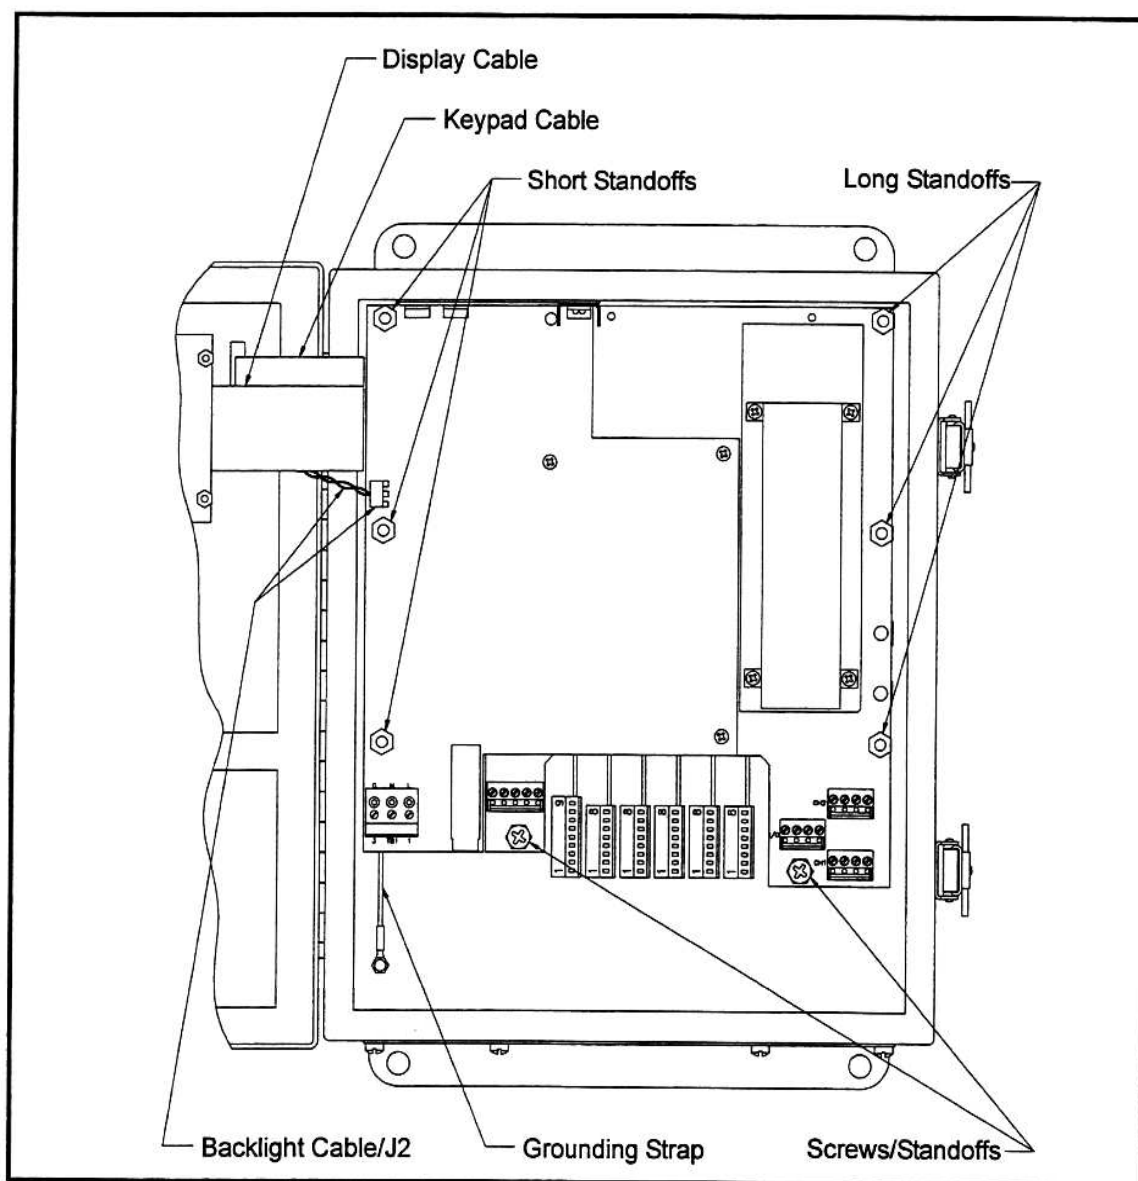
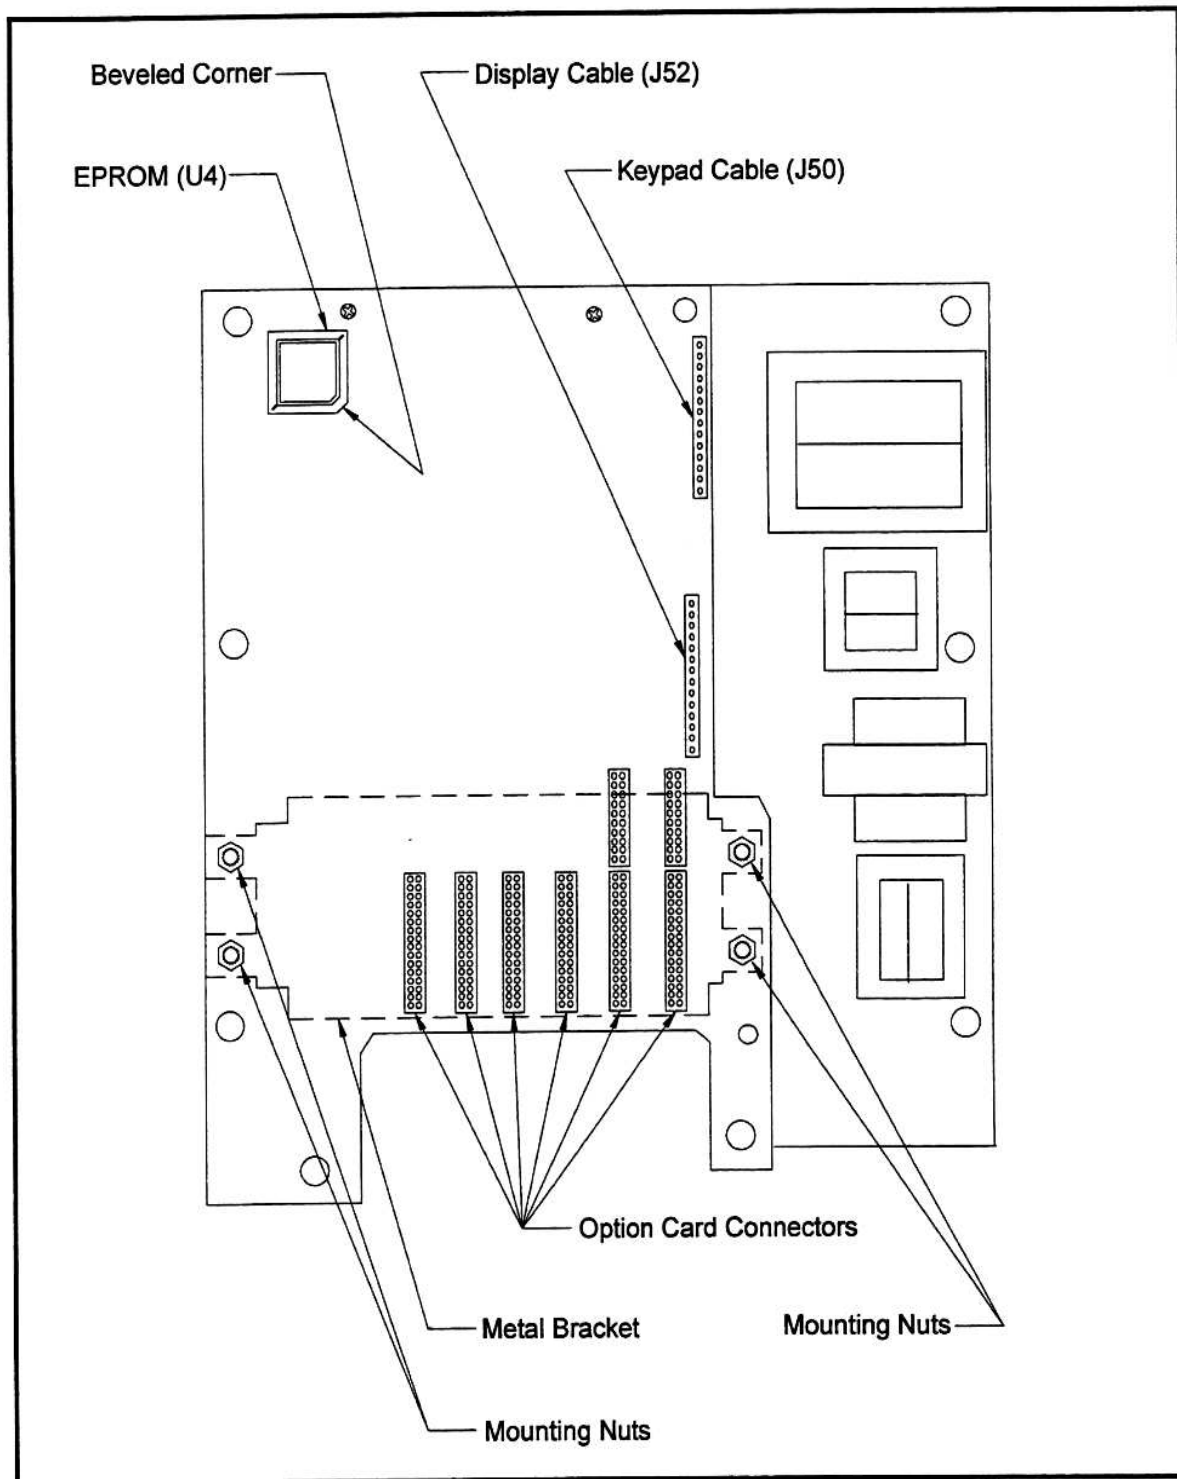

図4-2：電子コンソールの内部
図 4-3 : プリント基板の背面
メインシュラウドとLVDシュラウド(その装置にある場合)を取り外した後の、電子コンソールの内部については、下の図4-2を参照してください。
DigitalFlow GS868 のユーザープログラムは、消去可能読み出し専用プログラムメモリ(EPROM)チップに格納されています。部品 U4 に指定されている EPROM は、プリント基板の背面の左上隅にあります。プリント基板の背面図は、下の図 4-3 を参照してください。
EPROM の交換は、不良チップを取り替えるときや新しいソフトウェアバージョンにアップグレードするときに必要です。EPROM を交換するには、ページ 4-7 の図 4-3 を参照して、次の手順でおこないます。
オプションカードを取付けるには、4-7 ページの図 4-3 を参照して、次の手順でおこないます。
1. プリント基板の上端のタイトルが手前になるように、プリント基板を電子コンソール内に位置決めします。ディスプレイのリボンケーブルとキーパッドのリボンケーブルのコネクタをプリント基板の後ろのソケットに挿入します。4-5 ページの図4-2 と 4-7 ページの図4-3 を参照して、ケーブルとソケットを特定します。キーパッドのケーブルは上部ソケット、ディスプレイのケーブルは下部ソケットに接続することに注意してください。